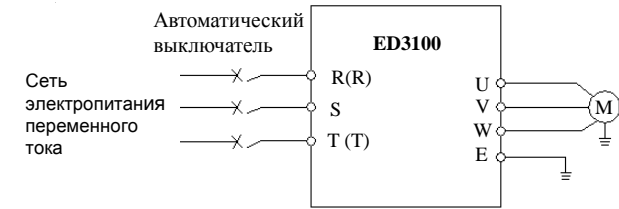

Рис.3-3 Простое подключение силовых цепей
- (1) Перед подключением убедиться, что после отключения электропитания прошло более 10 мин; в противном случае возможно поражение электрическим током.
- (2) Категорически запрещается подключать линию электропитания к выходным клеммам преобразователя U, V и W.
- (3) Поскольку при работе преобразователя существует ток утечки, преобразователь и электродвигатель должны быть надёжно заземлены; провод заземления должен быть выполнен медным проводником сечением не менее 3,5 мм², а сопротивление заземления должно быть не более 10 Ом.
- (4) Пользователю не следует проводить определение максимального выдерживаемого преобразователем напряжения, поскольку преобразователь прошёл эту проверку на заводе-изготовителе.
- (5) Между преобразователем и электродвигателем не следует устанавливать электромагнитный контактор и поглощающий конденсатор или другие резистивно-ёмкостные демпфирующие устройства, как показано на рис. 3-3.
- (6) Чтобы иметь возможность использовать максимальную токовую защиту на входе и проводить техническое обслуживание при аварийном отключении питания, преобразователь должен подключаться к линии электроснабжения через промежуточный прерыватель.
- (7) Соединительные провода (DI1 ~ DI6, DO1, DO2) входной и выходной цепей реле должны быть многожильными или экранированными проводами сечением более 0,75 мм²; один конец экранирующей оболочки должен быть свободен, а другой – подключен к имеющейся на преобразователе клемме заземления E; длина соединительного кабеля должна быть не более 50 м.